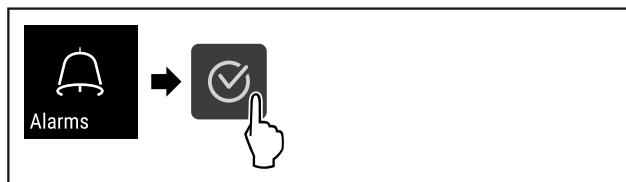

Fig. 141
- ▶ Suivre les étapes (voir Fig. 141) .